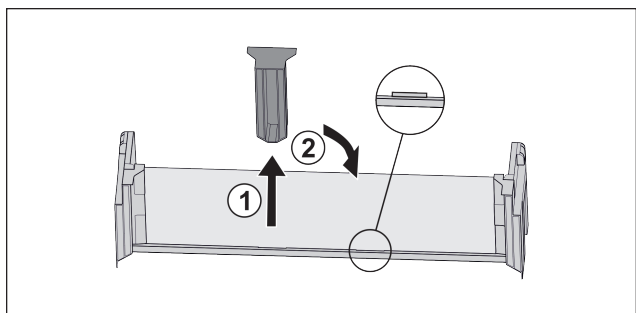

Fig. 30
- ▶ Træk den midterste holdedel ud Fig. 30 (1).
- ▶ Sæt den midterste holdedel i på den anden position Fig. 30 (2).